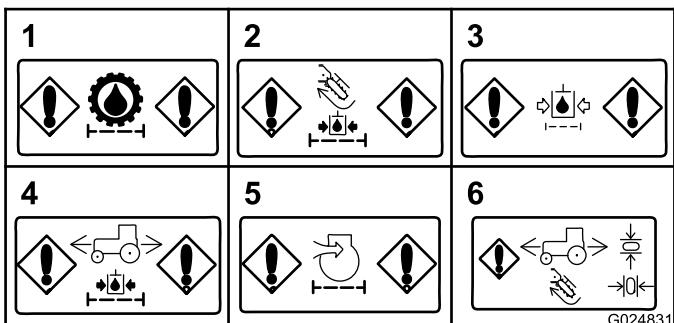

Figura 35
- **Ostruzione del filtro di carica idraulica (trasmissione):** questo messaggio viene visualizzato se il filtro di carica idraulica per la trasmissione è ostruito (Figura 35).
- **Ostruzione del filtro di carica idraulica (accessori):** questo messaggio viene visualizzato se il filtro di carica per il circuito idraulico è ostruito (Figura 35).
- **Ostruzione del filtro di ritorno idraulico:** questo messaggio viene visualizzato se il filtro di ritorno idraulico è ostruito (Figura 35).
- **Ostruzione del filtro di carica idraulica (motorino di trazione):** questo messaggio viene visualizzato se il filtro di carica idraulica per il motorino di trazione è ostruito (Figura 35).
- **Ostruzione del filtro dell'aria (motore):** questo messaggio viene visualizzato quando il filtro dell'aria richiede assistenza (Figura 35).
- **Indicatore di riposizionamento in folle:** questo indicatore viene visualizzato se si inizia un'operazione che richiede il riposizionamento del joystick o del pedale della trazione in folle. Riposizionate il joystick o il pedale della trazione in folle prima di continuare l'operazione (Figura 35).